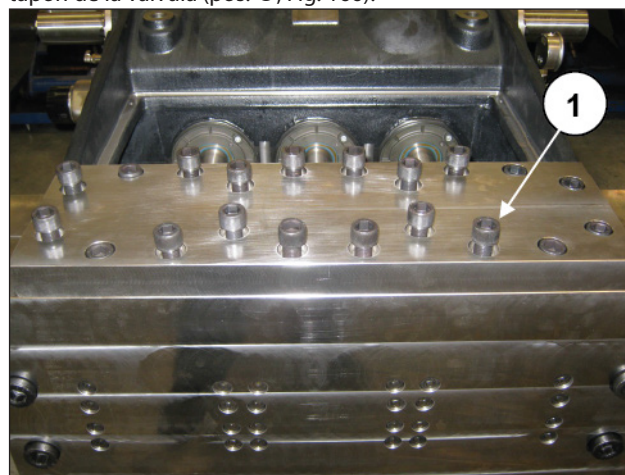
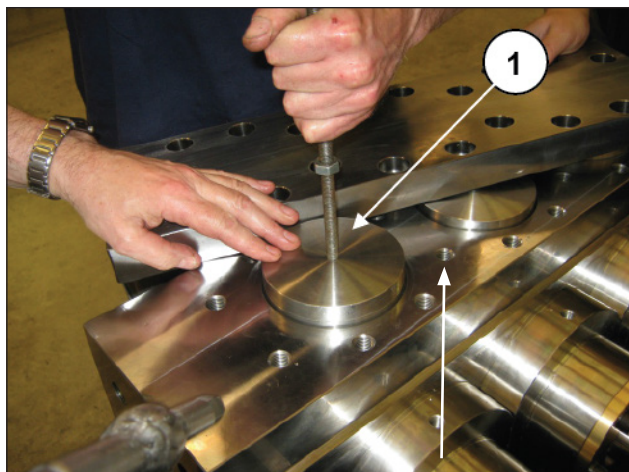

Fig. 165
Fig. 166
Aflojar los tornillos M16 y quitar la tapa de las válvulas (pos. ①, Fig. 165). A continuación, extraer los tapones de la válvula introduciendo un extractor de percusión en el orificio M10 del tapón de la válvula (pos. ①, Fig. 166).